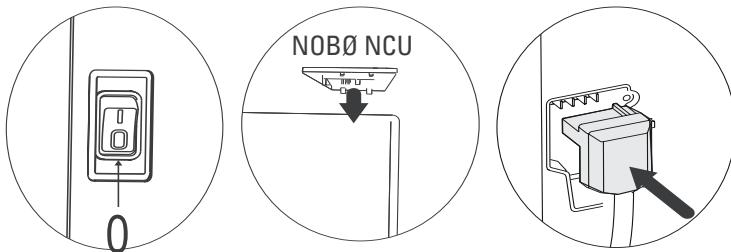

Рис.5
**5-1). Электронный термостат:** Термостат NCU предназначен для использования с моделями обогревателей Nobø серии Nordic NFC4W. Термостат поставляется в собранном виде, и замена должна осуществляться квалифицированным специалистом. Во время установки термостата прибор должен быть отключен от сети электропитания. На рис. 5 ниже показано, как установить термостат и подключить электропитание.